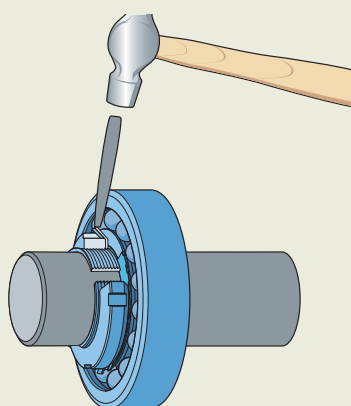

Fig. 29
- 2 Apriete la tuerca contra el rodamiento o componente con una llave de impacto (fig. 29), alineando una de las ranuras en su diámetro exterior con el canal chavetero de la rosca del eje y asegurándose de no apretarla en exceso.